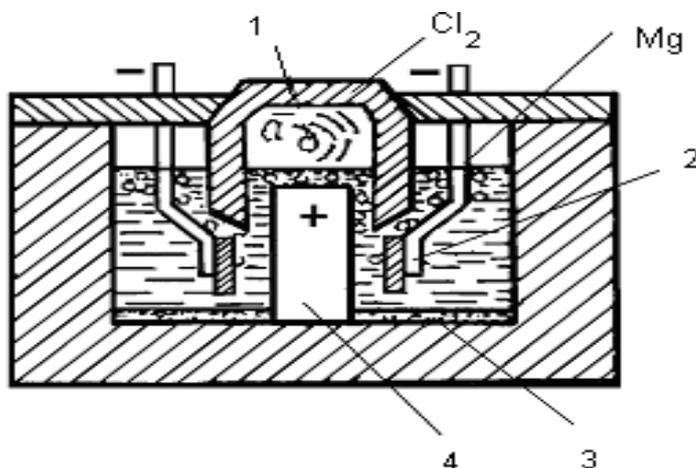

Рис. 20. Схема электролизера для получения магния:
4. Электролиз хлорида магния в электролизерах. Ванну электролизера заполняют расплавом солей  $MgCl_2$ ,  $KCl$ ,  $NaCl$  с добавлением  $NaF$  и  $KF$ . Электролизер состоит из ряда ячеек с графитовым анодом и двумя катодами в виде стальных пластин (рис. 20). Между анодом и катодом устанавливают перегородки. Через электролит пропускают постоянный электрический ток. На дне электролизера образуется шлак – осадок окиси магния и других примесей электролита и продуктов реакции. Шлак регулярно удаляют из ванны.